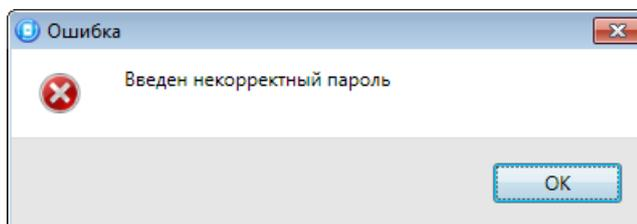

Рисунок 4.34 — Сообщение об ошибке
**Внимание!** Для регистрации кода или электронного ключа необходимо, чтобы соответствующий способ постановки/снятия (*Электронный ключ / Клавиатура Мираж-КД / STEMAX RFID*) был предварительно выбран на вкладке *Параметры* в раскрывающемся списке *Способ управления постановкой/снятием*. В противном случае ввод не будет принят и появится сообщение об ошибке (см. рисунок 4.34).